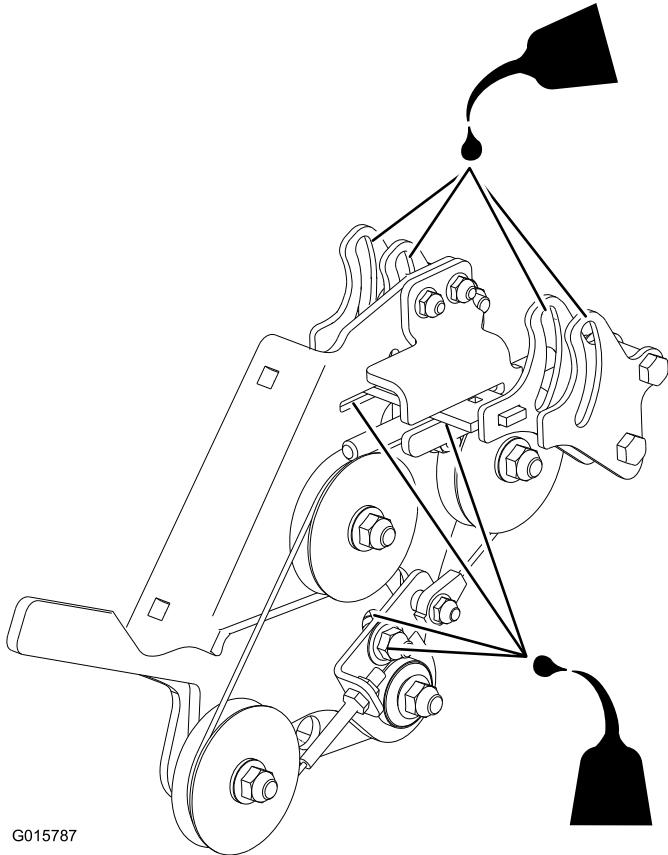

Figure 26
7. Lubrifiez la commande de vitesse avec de l'huile 3-IN-ONE® ou une huile équivalente. Voir Figure 26 pour les points de graissage corrects.